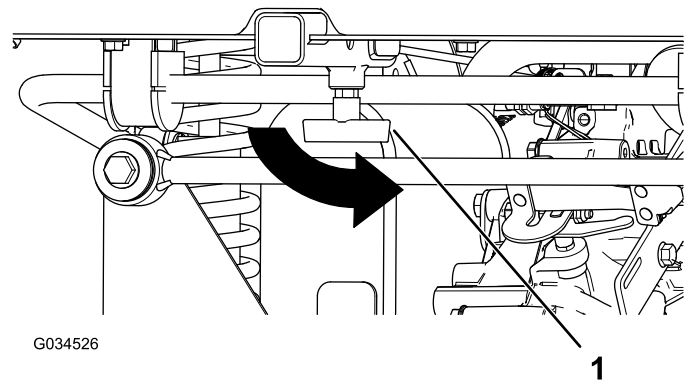

Bild 20
4. Drehen Sie den T-Bügel nach links, um ihn anzuziehen (**Bild 20**).